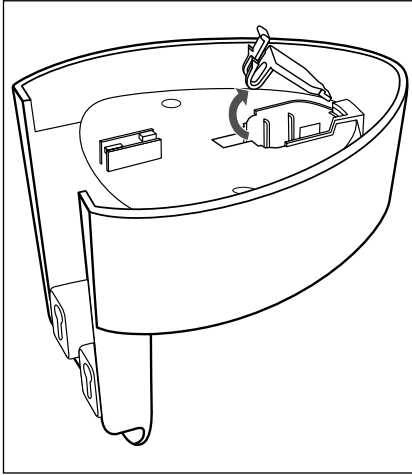

Fig. 1
- ▶ Asegúrese de que no haya cables eléctricos/otros conductos/tuberías en la pared justo en el sitio donde desee taladrar los orificios para el soporte mural ③. ¡Existe peligro de muerte si se taladra un cable eléctrico!
- 1) Inserte el conector coaxial ⑤ de la fuente de alimentación ④ en el soporte mural ③ de la manera indicada en la siguiente figura:
- Abra la tapa pequeña (fig. 1).